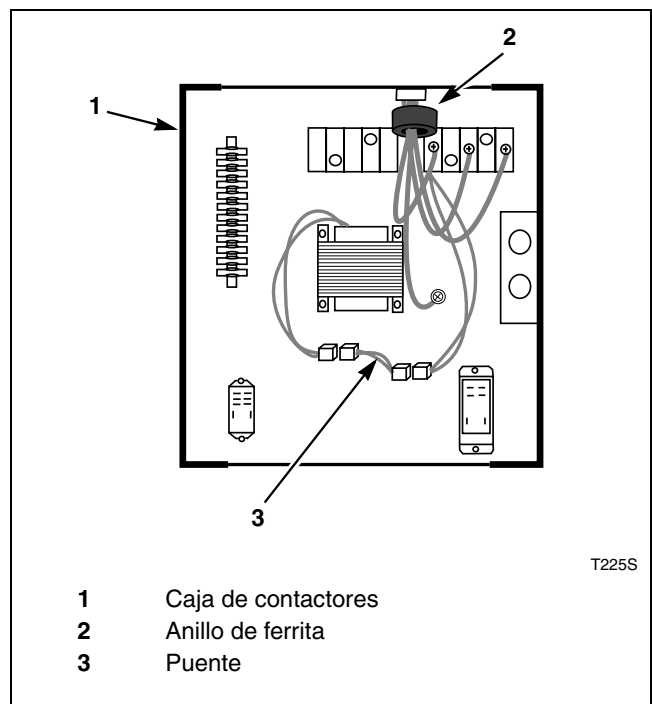

Figura 19
2. Cierre el anillo de ferrita sobre todos los cables de servicio dentro de la caja de contactores según se muestra. Es importante que el anillo de ferrita esté instalado dentro de la caja de contactores. Consulte la *Figura 19*. No instale la ferrita fuera de la caja u otra área. Asegúrese de que los cables de servicio estén en el centro de la ferrita antes de cerrar el anillo de modo que no aprisionen o dañen los cables.